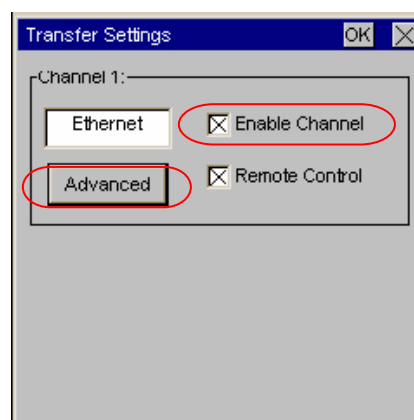

图 3.2.3
3. 进入传送设置画面后，使能该通道，如图 3.2.3 所示，然后点击“Advanced”按钮。